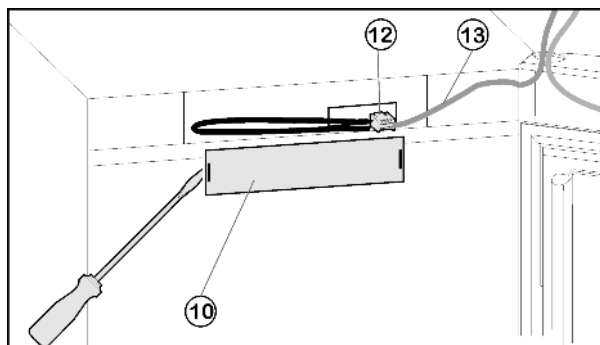

Fig. 4
- Снимите переднюю накладку Fig. 4 (10) с помощью плоской отвёртки.
- Снимите контакт и извлеките разъём Fig. 4 (12).
- Высвободите из направляющей серый кабель Fig. 4 (13).
- Снова установите разъем Fig. 4 (12).
- Снова установите крышку Fig. 4 (10).